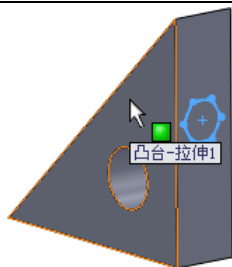

图 2-8 选择面
(1) 在 PropertyManager 设计树中单击希望派生新草图的草图, 或者利用“选择”工具选择希望派生新草图的草图。
(2) 按住 Ctrl 键并选取将放置新草图的平面, 如图 2-8 所示。
(3) 执行“插入”→“派生草图”菜单命令。此时草图在所选面的基准面上出现, 如图